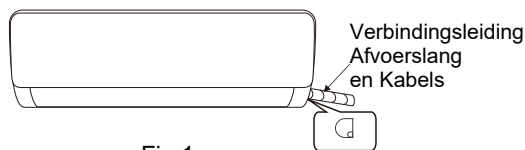

Fig 1
1. Afhankelijk van de positie van het apparaat kan het leidingwerk zijdelings van links of rechts worden gelegd ( fig. 1 ) of verticaal van achteren ( fig. 2 ) (afhankelijk van de buislengte van de binnenunit). Bij zijdelingse geleiding moet de uitloop van de tegenoverliggende zijde worden afgesneden.